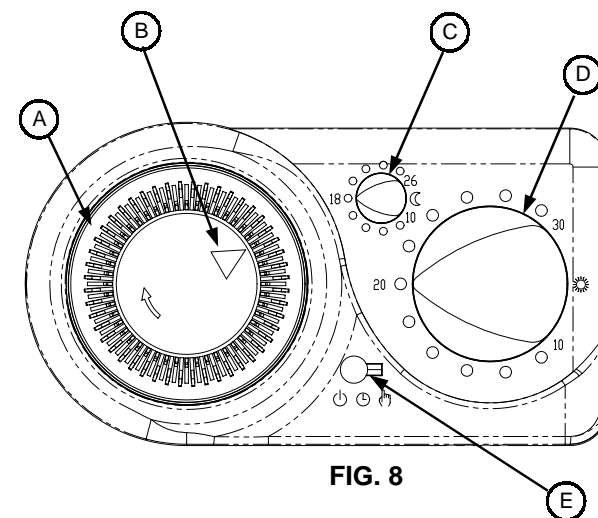

FIG. 8
- Set the selector 'E' in fig. 8, on the 'clock' symbol, i.e. in the central position.
- Set the 'comfort' temperature knob ('D' in fig. 8) on the desired 'comfort' temperature level, from 10°C to 30°C.
- Set the 'economy' temperature knob ('C' in fig. 8) on the desired 'economy' temperature level, from 10°C to 26°C. This knob sets the 'economy' temperature, which is usually the temperature set during night time.
- Set the selector 'E' in fig. 8, on the 'hand' symbol, i.e. in the rightmost position.
- Set the 'comfort' temperature knob ('D' in fig. 8) on the desired 'comfort' temperature level, from 10°C to 30°C. In this mode the thermostat regulates the room temperature on the 'comfort' temperature 24h/24h.
- Set the selector 'E' in fig. 8, on the 'off' symbol, i.e. in the leftmost position.
Per impostare l'ora corrente basta ruotare il disco dell'orologio, A di fig. 8, in senso orario facendo corrispondere l'indice, B di fig. 8, con l'ora attuale.
- Posizionare il selettore, (E di fig. 8), sul simbolo dell'orologio, in posizione centrale.
- Posizionare la manopola di confort (D di fig. 8), su un valore di temperatura dai 10°C ai 30°C.
- Posizionare la manopola di riduzione, (C di fig. 8), in un valore di temperatura compreso tra i 10°C e i 26°C, indicato sulla scala. Questa manopola regola la temperatura in modalità di riduzione, quindi di risparmio, ed è principalmente usata durante le ore notturne.
- Posizionare il selettore, E di fig. 8 sul simbolo della mano, (selettore tutto a destra).
- Posizionare il selettore, E di fig. 8, sul simbolo off, (tutto a sinistra).